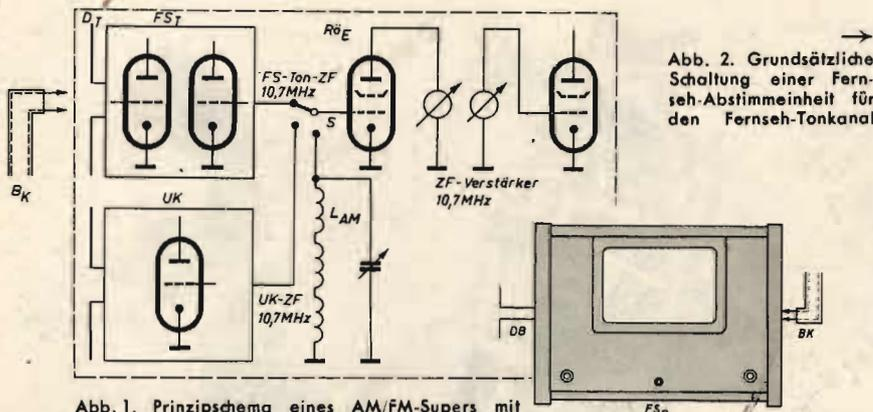

Abb. 1. Prinzipschema eines AM/FM-Supers mit Fernseh-Tonteil und getrenntem Bildempfänger
lich, den für die Tonwiedergabe benutzten Rundfunkempfänger an einer akustisch besonders günstigen Stelle des Raumes unabhängig vom Bildempfänger aufzustellen. Das Schaltungsprinzip für einen AM/FM-Super mit Fernseh-Tonteil geht aus Abb. 1 hervor. FS_T ist die im Rundfunkgerät enthaltene FS-Abstimmereinheit mit dem Fernseh-Dipol D_T . S stellt schematisch den Wellenschalter des Rundfunkgerätes dar, der wahlweise die FS-Abstimmereinheit FS_T , den UKW-Teil (UK) oder die AM-Spulen L_{AM}